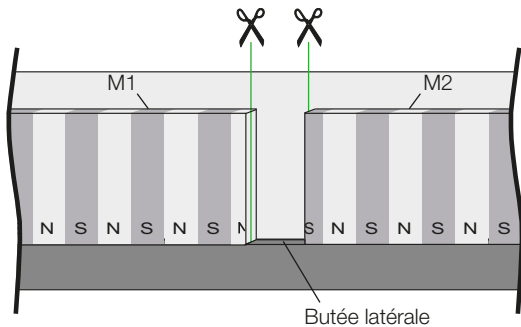
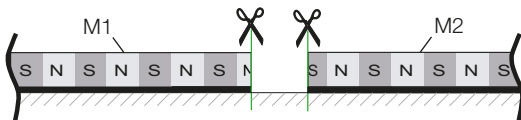
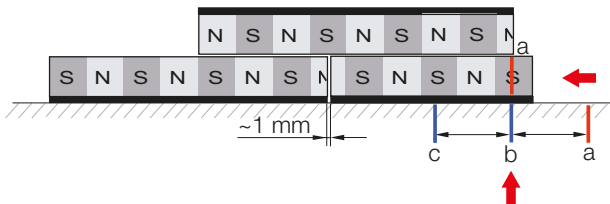

Fig. 4-7 : Vue de dessus des bandes magnétiques
Fig. 4-8 : Vue de côté
Fig. 4-12 : Positionnement de la bande magnétique raccourcie
i Les dimensions indiquées dans les Fig. 4-7 à Fig. 4-12 se rapportent à une bande magnétique de 5 mm de largeur de pôle. Dans le cas d'une largeur de pôle de 10 mm, les dimensions indiquées doivent être doublées.
i Sectionner de manière droite les deux extrémités des bandes magnétiques au niveau du joint (Fig. 4-7 et Fig. 4-8) !
1. La bande magnétique M1 est déjà collée. Fixer une butée latérale au point de jonction, afin de pouvoir positionner la bande magnétique M2 en série avec précision (Fig. 4-7).
8. Poser la bande magnétique auxiliaire sur la bande adhésive M1, puis les amener dans une position stable et les fixer à l'aide d'une bande adhésive (Fig. 4-12).
9. Glisser la bande magnétique M2 raccourcie contre le joint jusqu'à ce que le marquage (a) de la bande magnétique soit affleurant au marquage (b) ou (c) de la partie machine (Fig. 4-12). À présent, la bande magnétique auxiliaire doit uniquement avoir une position stable, dans laquelle elle s'engage. Décaler éventuellement la bande magnétique M2 quelque peu vers la gauche ou vers la droite, afin de trouver la position présentant la plus grande force d'attraction. ⇒ La distance entre les bandes magnétiques doit s'élever à environ 1 mm.